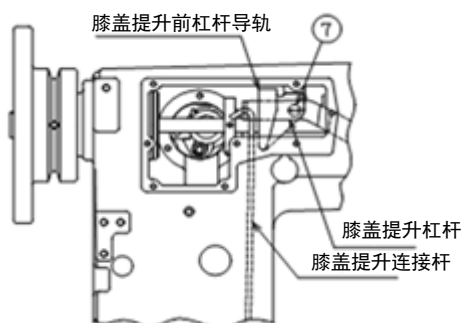

Fig.17
拧松膝盖提升前杠杆导轨固定螺丝⑦（1 处），将膝盖提升前杠杆导轨拆下。（Fig.17）
将挂在膝盖提升杠杆上的膝盖提升弹簧拆下，拧松膝盖提升杠杆台阶螺丝⑧（1处）。然后，将嵌在膝盖提升杠杆端部孔里的膝盖提升连接杆从膝盖提升杠杆上拆下，将膝盖提升杠杆及膝盖提升连接杆从机臂内拆下。（Fig.17、18）